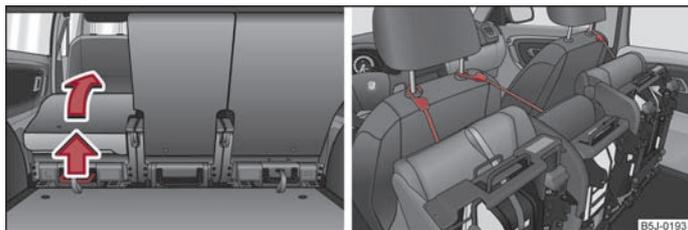

Abb. 39 Sitz komplett vorklappen / Vorgeklappte Sitze sichern
- Ziehen Sie den Hebel ⇒ **Abb. 39** nach oben und klappen Sie danach den Sitz komplett vor.
- Sichern Sie den vorgeklappten Sitz mit Hilfe des Befestigungsgurts an einer Führungsstange der Kopfstütze des vorderen Sitzes ⇒ **Abb. 39** rechts.